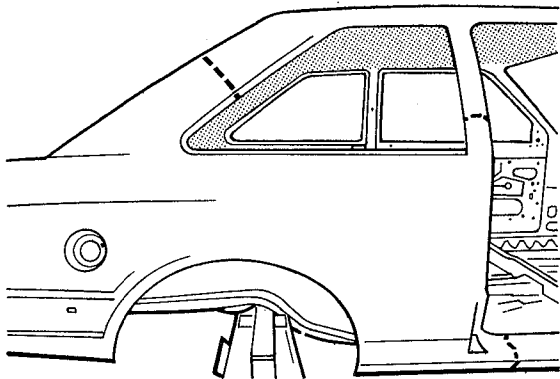

fig. 119
7. Suspender o veículo, colocá-lo sobre cavaletes e remover a roda; em seguida, marcar as linhas de corte no painel traseiro (fig. 119)